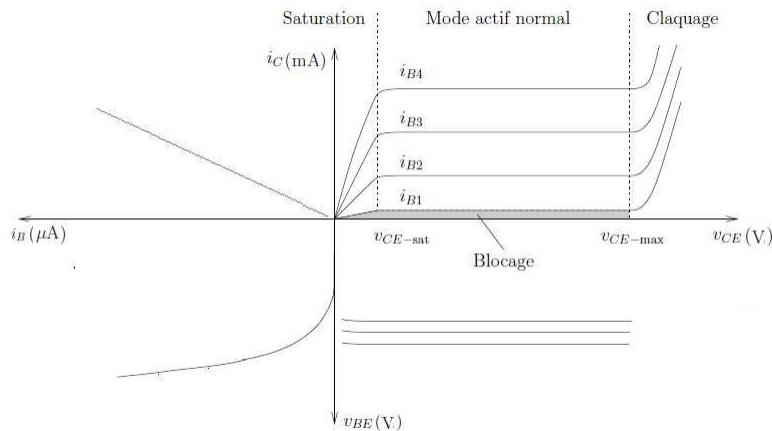

FIGURE 3.4 – Caractéristique statique d'un transistor bipolaire.
**Caractéristiques à  $I_B$  constant** : Si, pour différentes valeurs du courant  $I_B$  (fixé par  $V_{BB}$  et  $R_B$ ) on représente les variations du courant  $I_C$  et de la tension  $V_{BE}$  en fonction de  $V_{CE}$ , on obtient les deux réseaux de caractéristiques dont l'allure est représentée dans les premiers et quatrièmes quadrants de la figure 3.4.